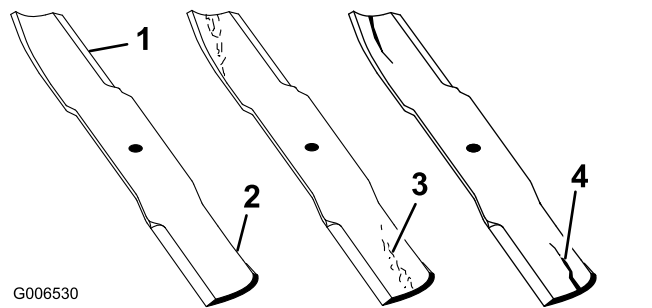

Figura 69
1. Inspeccione los filos de corte (Figura 69).
4. Si observa fisuras, desgaste o la formación de una ranura en esta zona, instale de inmediato una cuchilla nueva (Figura 69).